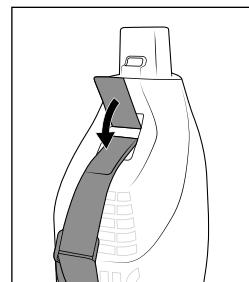

Bild 5
- ◆ För bärremmen 27 genom fästena 5/11 på motorenhetens 8 baksida och stäng kardborrknäppningen (se bild 5 och 6).